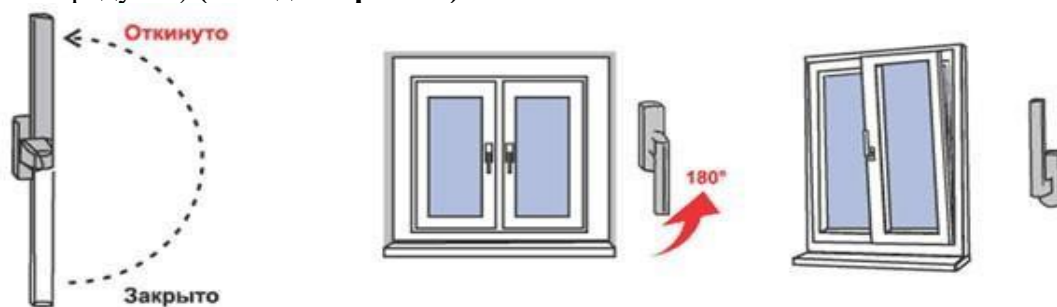

Рис. 2.
2. Для перевода створки из закрытого положение в откидное, поворот створки относительно нижней горизонтальной оси, (положение «Откинута» на Рис.2) ручку поворачивают вертикально на 180 градусов вверх, затем, потянув за ручку, поворачивают
3. Для запираения створки из открытого или откидного положения ее сначала закрывают и, придерживая створку рукой, поворачивают ручку вертикально вниз (положение «Закрыто» на Рис. 2).